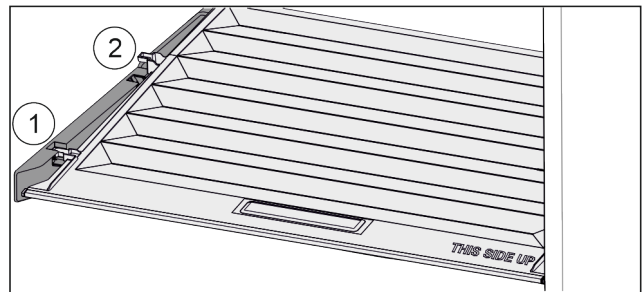

Fig. 69
- Deckel bis zur Öffnung in den Halteteilen nach vorne ziehen Fig. 69 (1).
- Hinten von unten anheben und nach oben wegnehmen Fig. 69 (2).